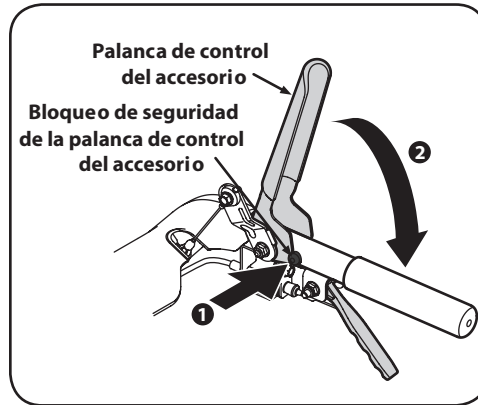

Figura 4-6
1. Para engranar las barrenas, oprima el botón de bloqueo de seguridad de la palanca de control del accesorio (1 en la Figura 4-6).
2. Oprima completamente la palanca de control del accesorio contra la manija superior (2 en la Figura 4-6).